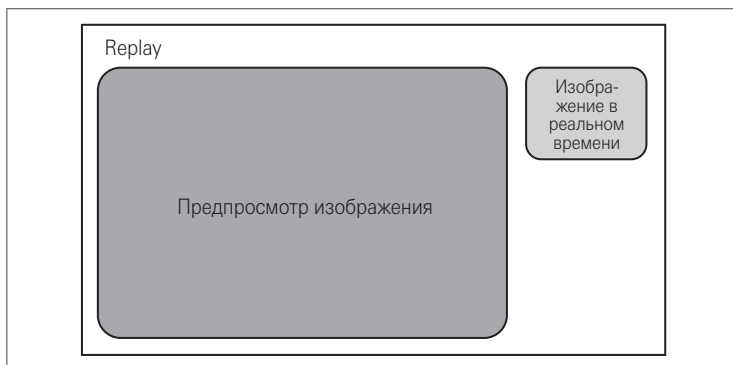

Рис. 5.55
- Если коснуться кнопки [Show], то изображение, показанное на сенсорной панели, появляется на мониторе. (Рис. 5.55)